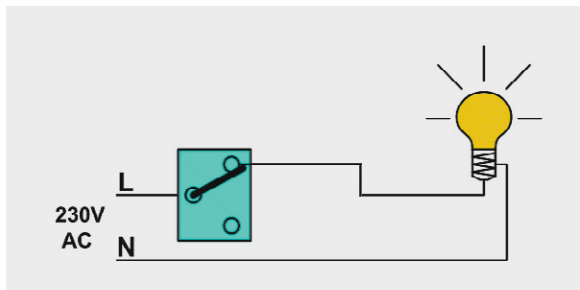
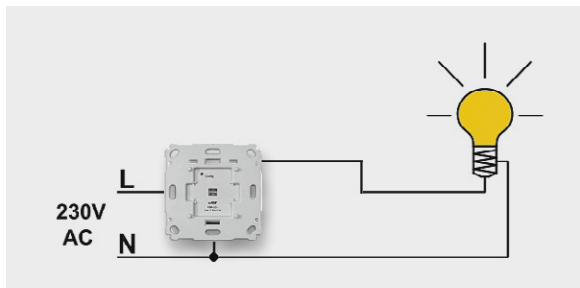

Bild 1: Einfache Ausschaltung
Bild 2: Ausschaltung mit Homematic Funk-Schaltaktor für Markenschalter
Lösung 1: Sofern in der Unterputzdose des vorhandenen Schalters ein Neutralleiter „N“ vorhanden ist (Bild 1), kann der Schalter einfach durch einen Funk-Schaltaktor für Markenschalter, Unterputz (2) ersetzt werden (Bild 2). Bei dieser Lösung ist es weiterhin möglich, vor Ort einen Schaltvorgang durchzuführen – oder aber über die HomeMatic WebUI bzw. App.